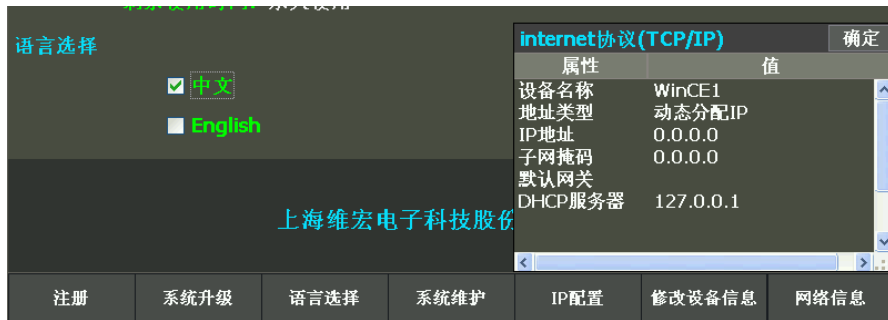

图 3-56 系统信息页面—设置网络信息
按 F7【网络信息】按钮，界面右下方出现网络信息窗口，如图 3-56 所示：
- 点击网络信息后显示网络信息图 3-56。